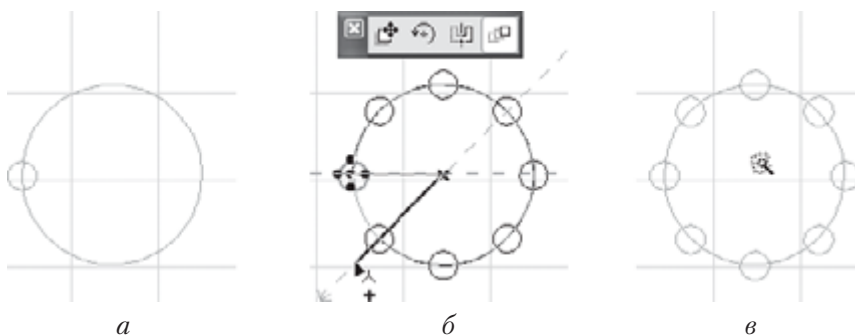

Рис. 8.25. Построение сечения колонны
4. В точке пересечения окружности с одной из ее осей постройте окружность меньшего диаметра (рис. 8.25, а).
5. Размножьте малую окружность вдоль контура большой, тиражируя объекты. Метод размножения — Rotate (Поворот), точка оси поворота — центр большой окружности, конечная точка — большая окружность (рис. 8.25, б).
9. Не отпуская клавишу пробела, переместите указатель мыши внутрь построенного контура (рис. 8.25, в).